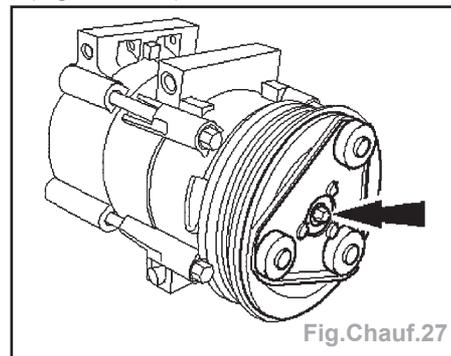

Fig.Chauf.27
- Déposer le plateau d'entraînement de compresseur de climatisation (Fig.Chauf.27).